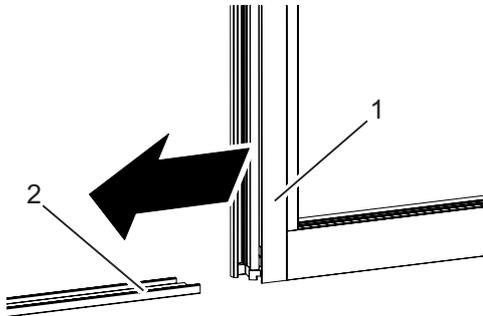

Fig. 15: Élément fixe
- Pousser l'élément fixe (Fig. 15/1) à la position prévue, avec l'arête inférieure sur le profilé de socle (Fig. 15/2).